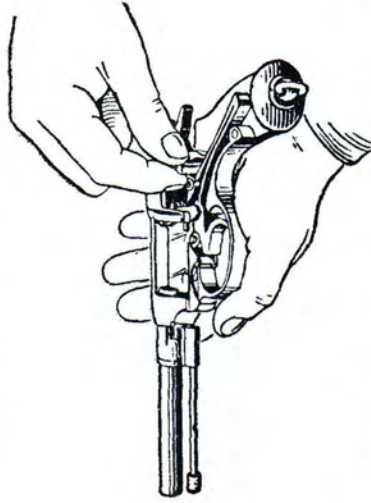

Рис. 32. Как ввинтить соединительный винт
6) **ввинтить соединительный винт**: положить револьвер на ладонь левой руки, как указано на рис. 32; правой рукой (без отвертки) ввинтить соединительный винт в нарезное гнездо над верхним пером боевой пружины;